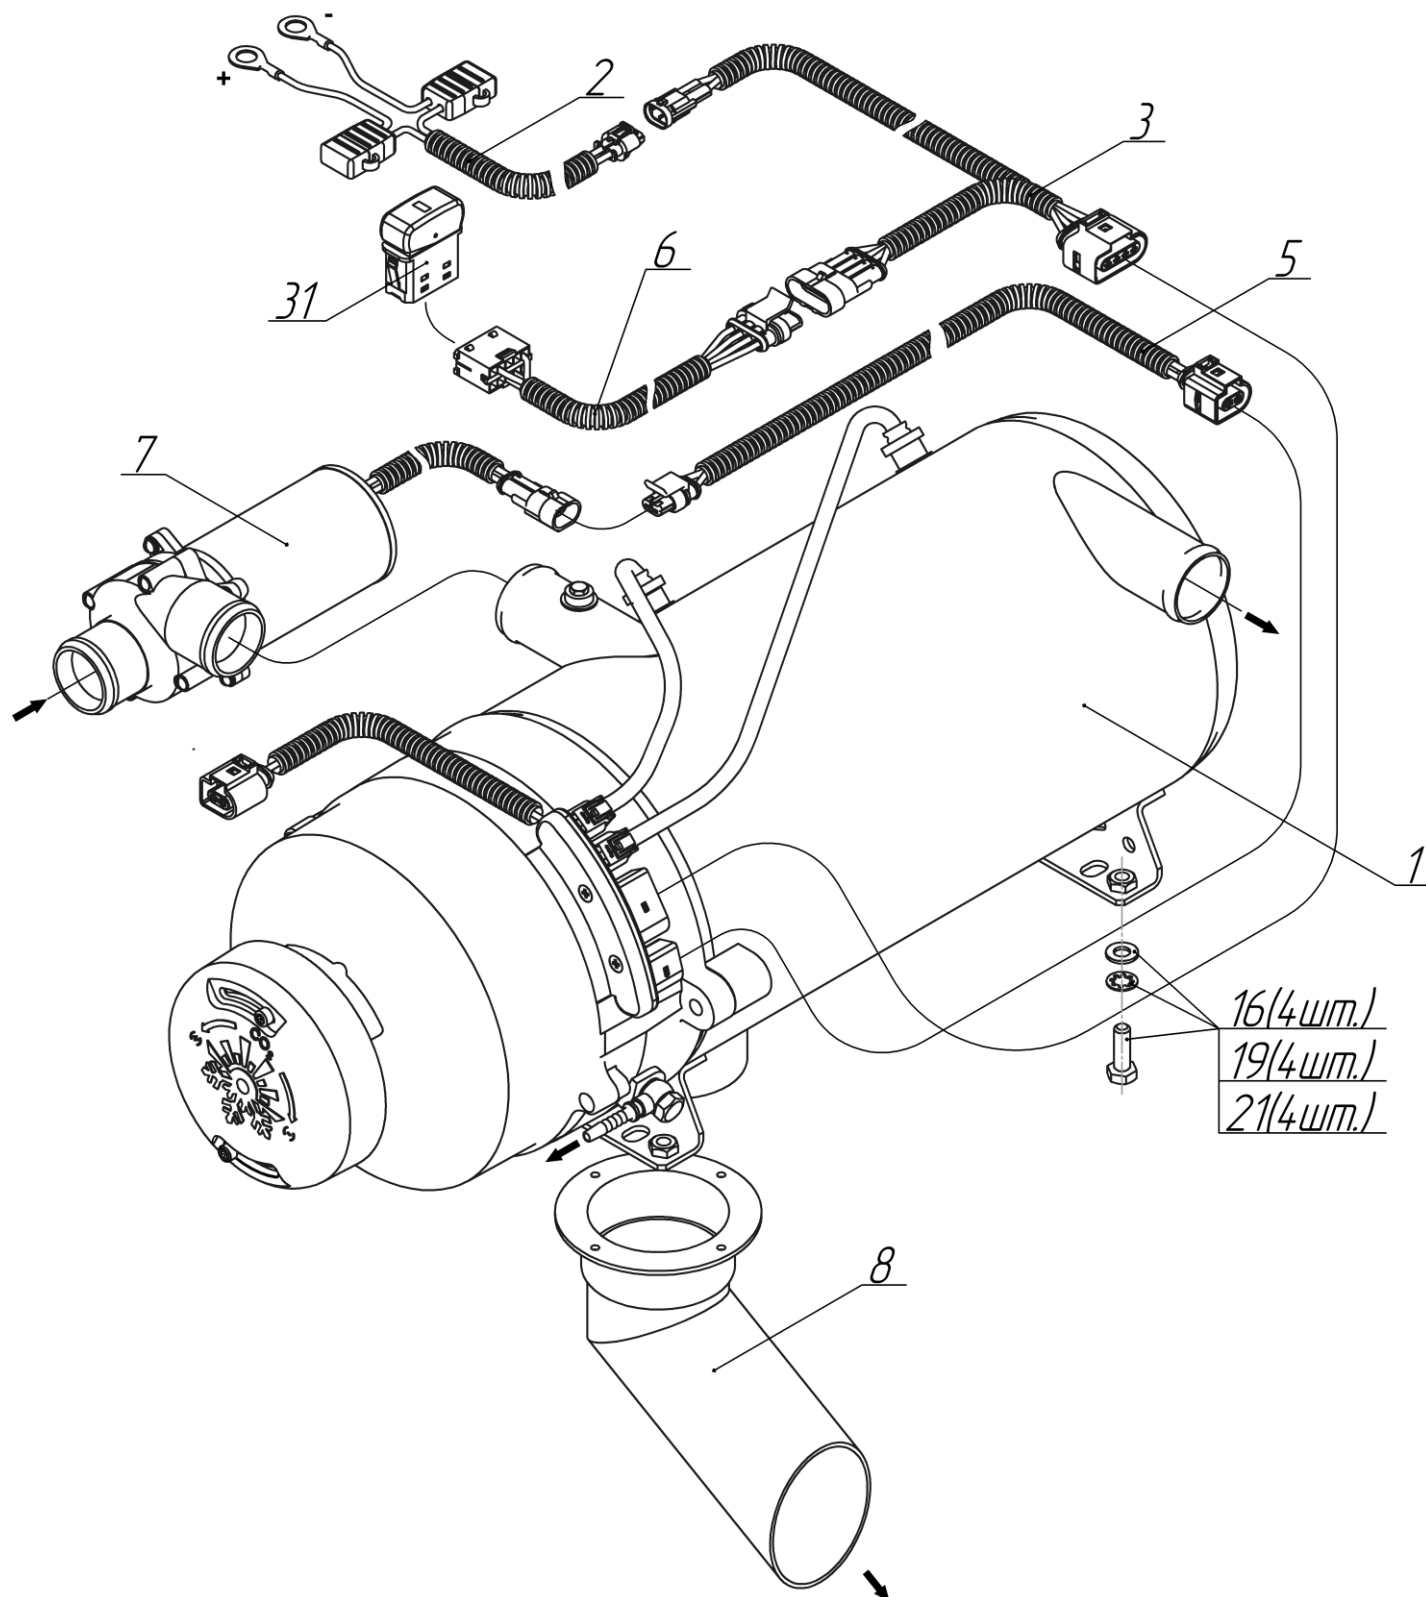

Рис.1- Схема деления подогревателя
- 1) Состав **подогревателя** согласно схеме деления изделия, на составные части представлен на рис. 1 и перечню деталей и сборок – таблица 1.